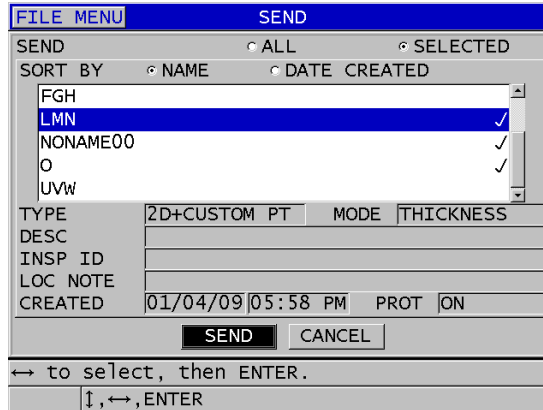

Figura 14-6 Selecionar arquivo para envio
4. Na tela **ENVIAR** (veja Figura 14-6 na página 285):